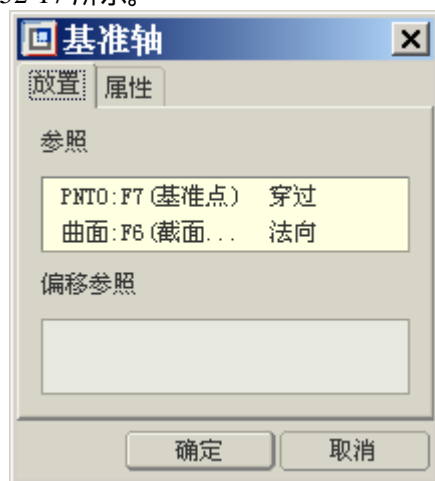
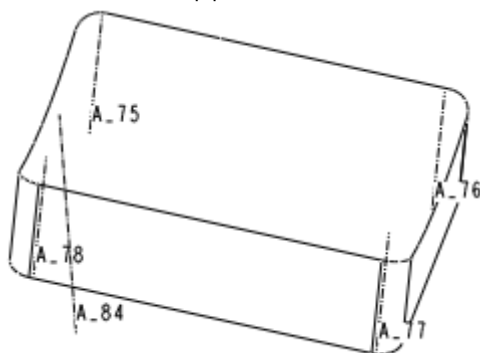

图 52-16
图 52-17
- (4) 【基准轴】对话框中的各选项,如图 52-16 所示,单击【确定】按钮,完成基准轴 A_84 的建立,如图 52-17 所示。